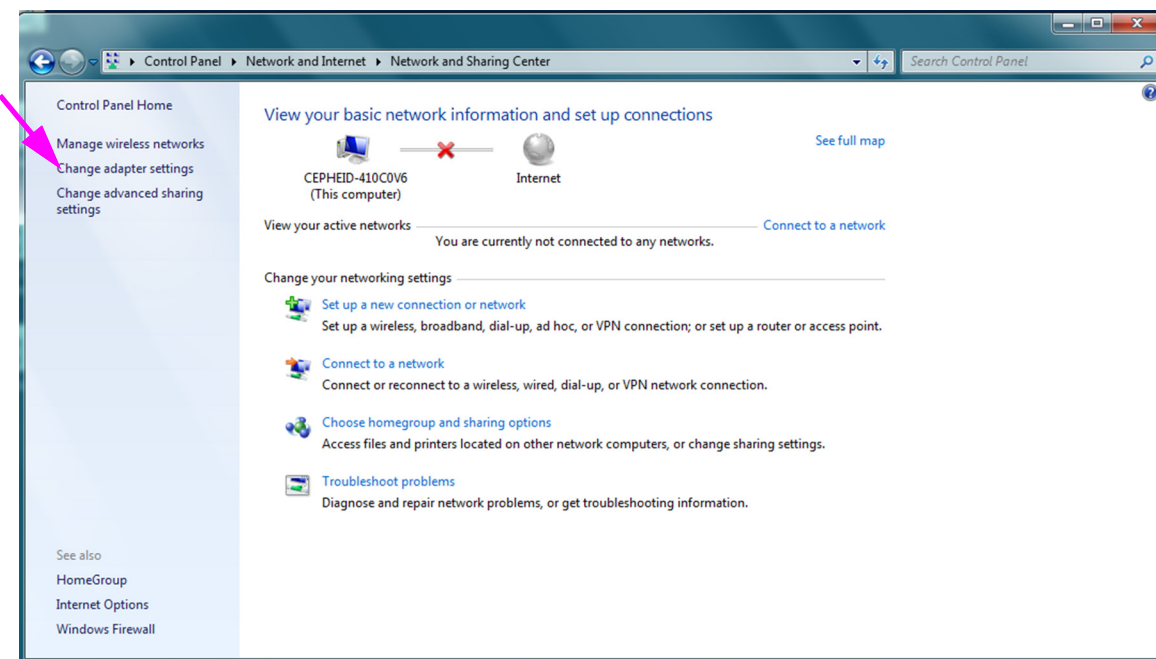

Figura 2-38. Pantalla Network and Sharing Center (Centro de redes y recursos compartidos)
4. Haga clic en **View network status and tasks** (Ver el estado y las tareas de red). Aparece la pantalla **Network and Sharing Center** (Centro de redes y recursos compartidos). Consulte la figura 2-38.